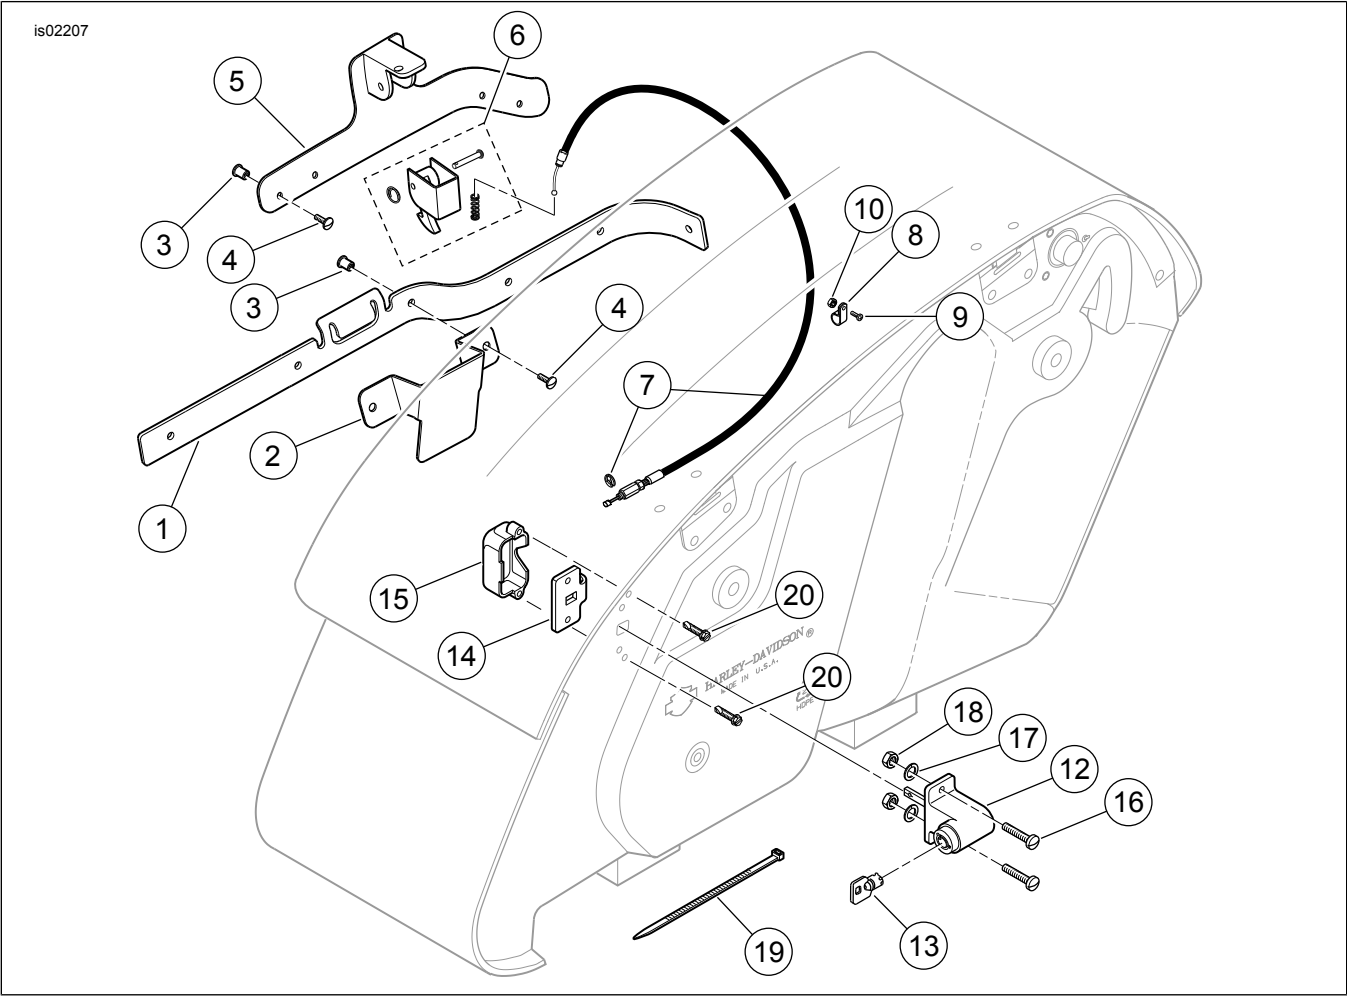

Figura 2. Parti di ricambio: Kit serratura per borse FLHRC
Vedere Figura 2 e Tabella 1.
1. Vedere Figura 2. Prendere dal kit serratura per borse FLHRS (11) i componenti.
2. Vedere Figura 2. Inserire i rivetti (3) nei fori del coperchio della borsa dall'esterno.
4. Posizionare la staffa (5) del kit sui rivetti, sopra le cinghie a fibbia, e avvitare le viti (4) nei rivetti. Serrare a fondo.
1. Vedere Figura 2. Posizionare la piastra interna (1) del kit all'interno della base della borsa, con l'estremità ricurva ben aderente alla parte anteriore della borsa, allineando la parte superiore della piastra interna con il bordo superiore esterno della borsa.
5. Vedere Figura 2. Dall'esterno, inserire i rivetti (3) nel secondo e terzo foro dalla parte posteriore della base della borsa.
6. Posizionare la piastra interna (1) nei due rivetti.
7. Prendere dal kit la protezione della piastra interna (2) e posizionarla sui rivetti. Avvitare due viti (4) nei rivetti senza serrarle completamente.
1. Vedere Figura 2. Prendere dal kit il gruppo del cavo dell'attuatore (7).
1. Vedere Figura 2. Prendere il kit chiusura e molla (6).
3. Posizionare l'attuatore di chiusura all'interno delle linguette della staffa (5) e il convogliatore di chiusura all'esterno delle linguette, allineando i fori.